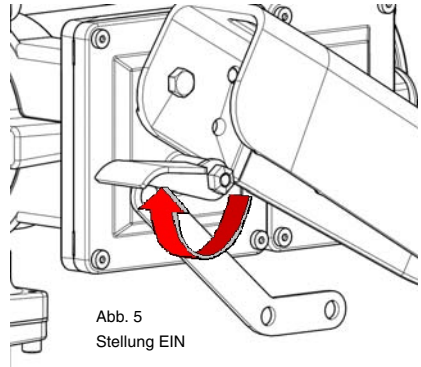

Abb. 5
3. Den Schalthebel auf EIN stellen, um die Pumpe einzuschalten (Abb. 5).